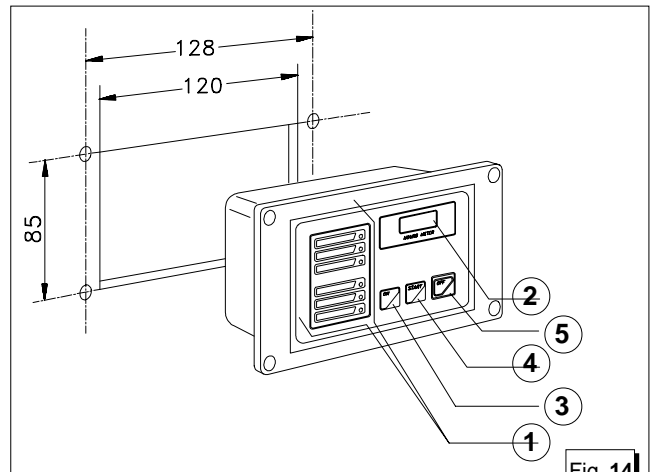

Fig. 14
Questo collegamento è eseguibile tramite le morsettiere (fig. 12, rif. 1) utilizzando i cavi in dotazione già collegati al cruscotto comandi; i morsetti da usare sono rispettivamente quelli contrassegnati dal n° 1 al n° 9 per i cavi comando. Le calze di massa vanno collegate al morsetto faston (fig. 12, rif. 2) isolandole accuratamente e utilizzando un fast-on femmina preisolato. Nei collegamenti è necessario rispettare lo schema codice/colore riportato di seguito (fig. 13). Bloccare inoltre il cavo con le fascette in dotazione all'apposito supporto plastico (fig. 12, rif. 3). Sul cruscotto comandi sono presenti 5 LED di funzionamento ed allarme (fig. 14, rif. 1), un contaore (fig. 14, rif. 2)
The control panel contains 5 LEDs for operation and alarm (fig. 14, ref. 1), an hour counter (fig. 14, ref. 2) and the start and stop buttons (fig. 14, ref. 3/4/5).
For fixing the control panel is necessary to perforate as shown in fig.14.
Sur le tableau de commande se trouvent 5 LED de fonctionnement et d'alarme (figure 14 - réf. 1), un compteur horaire (figure 14 - réf. 2) et les boutons-poussoirs de
ed i pulsanti di avviamento ed arresto (fig. 14, rif.3/4/5).
Per fissare il cruscotto comandi occorre eseguire una foratura come da fig. 14.
démarrage et d'arrêt (figure 14 - réf. 3/4/5).
Pour fixer le tableau de commande, réaliser un orifice selon Figure 14.